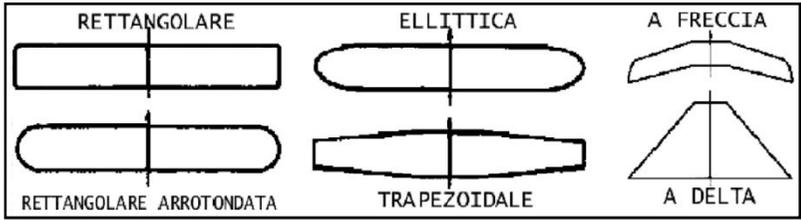

FIG. 7 – FORME DELL'ALA
a) L'ala può essere rettangolare, trapezoidale, ellittica, a freccia o a delta. **FIG. 7**